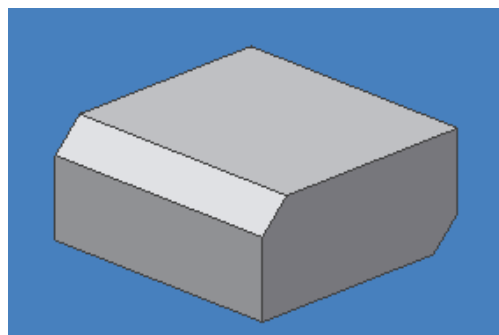

Figura 3.53 Chaflán generado en un solido.
- Seleccione un filo de su solido y presione OK, figura 3.53.